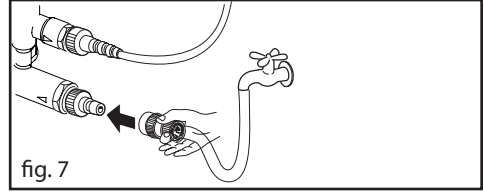

fig. 7
3. Conectar el tubo de alimentación del agua a la entrada de la bomba (Máx. 10 bar, temperatura máx. 40° C) (fig. 7).